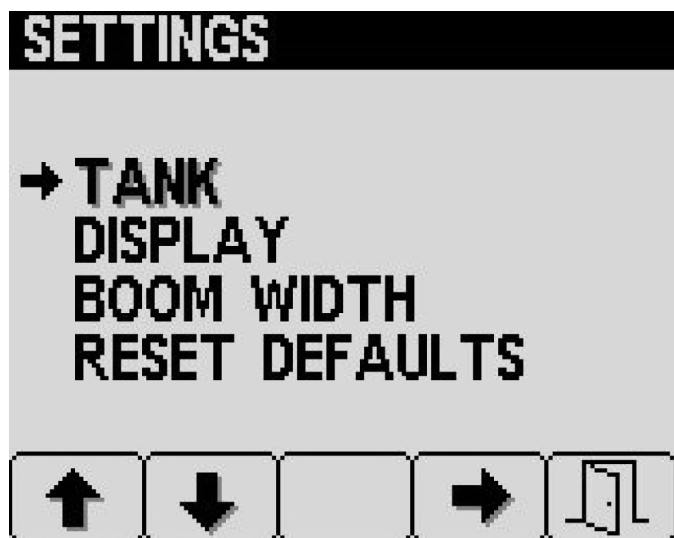

Figura 25
1. No menu principal, pressione o botão 2 para navegar até à opção de depósito e pressione o botão 4 Depósito (Figura 25).